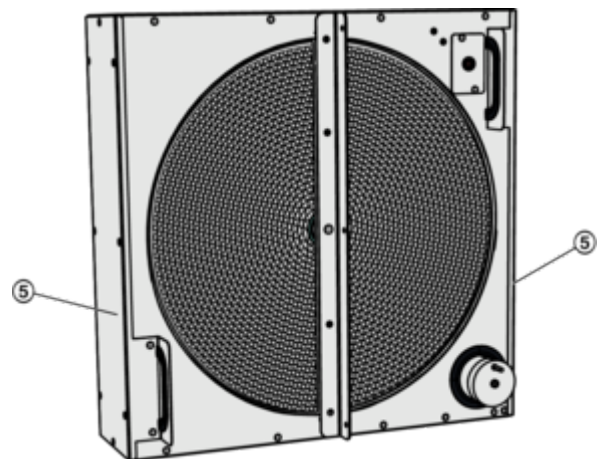

Abb. 54: Seitliche Bleche
15. ▶ Die beiden seitlichen Deckel (Abb. 54 /5) wieder montieren (10 Schrauben).